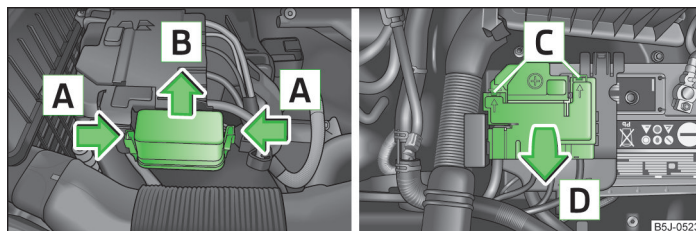

Abb. 154 Fahrzeugbatterie: Abdeckung des Sicherungskastens
- › Die Sicherungsbügel der Abdeckung des Sicherungskastens gleichzeitig in Pfeilrichtung **A** » Abb. 154 zusammendrücken und die Abdeckung in Pfeilrichtung **B** herauschieben.